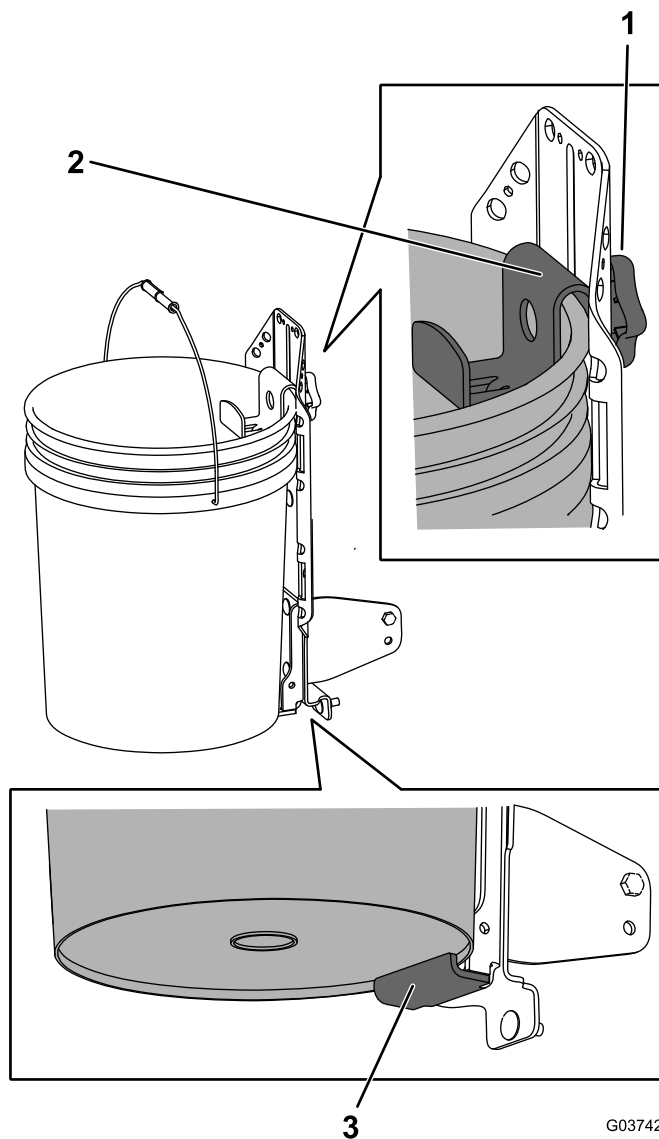

Figure 18
1. Desserrez le bouton et élevez le support supérieur. Resserrez le bouton pour le bloquer en place (Figure 18).
2. Placez le rebord inférieur du seau sur le rebord inférieur du support soudé (Figure 18).
3. Desserrez le bouton et abaissez le support supérieur aussi loin que possible à cheval sur le bord du seau. Resserrez le bouton (Figure 18).